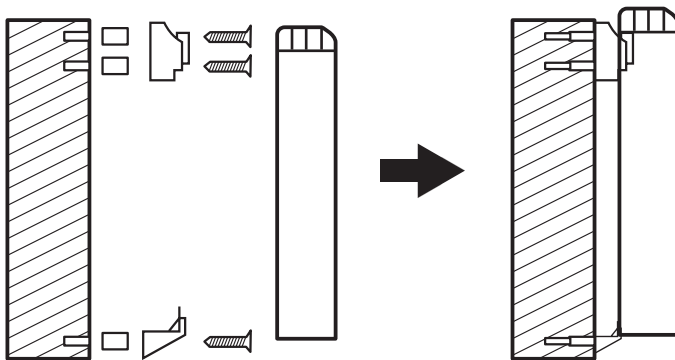

Fig. 3
- con los de los tacos y atornillar (fig 3).